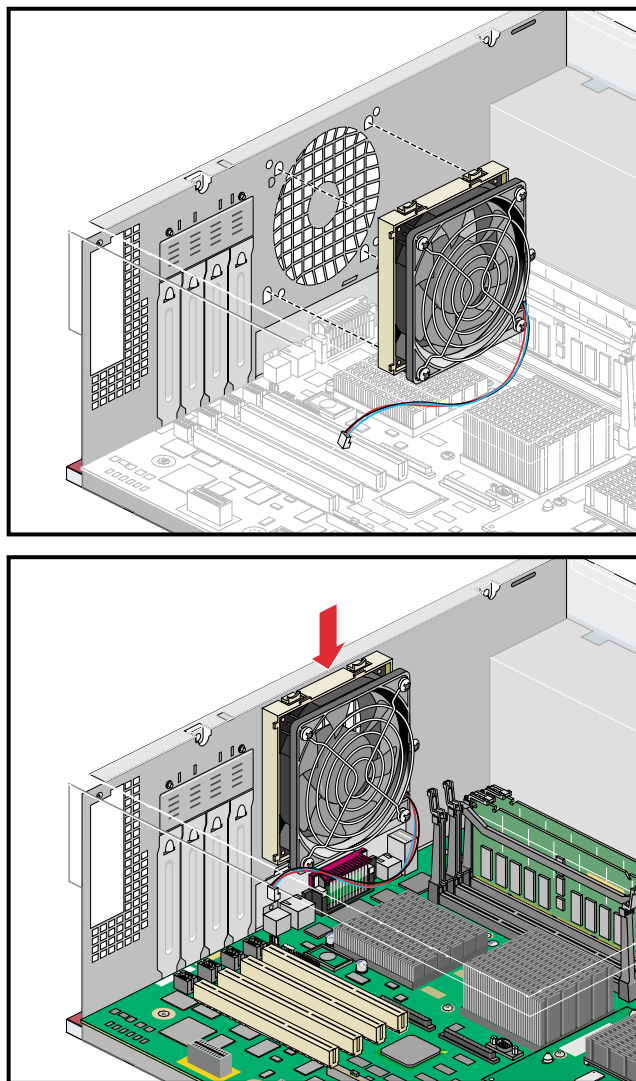

図 4-38 交換用排気ファンの取付け
5. ピンを穴に挿入します。続いて、パチンと音がして所定の位置にはまるまで、ファンをフレームの中へ下向きにスライドさせます。図 4-38 を参照してください。